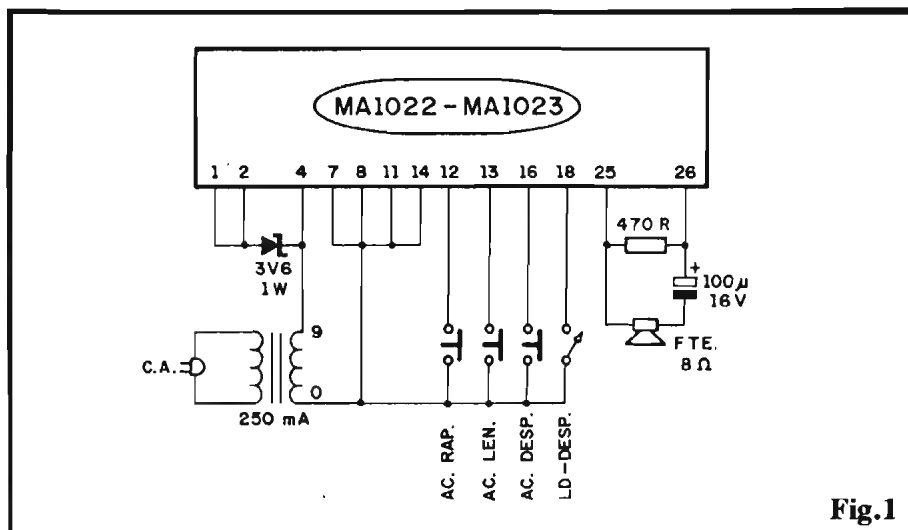

Fig.1
- FIG. 1 - O CIRCUITO - “O circuito”, na verdade, está praticamente todo “dentro” do módulo (MA1022 ou MA1023), que contém (como já dissemos...) os blocos responsáveis pela “divisão” e “aproveitamento” da “ciclagem” da rede C.A. local, utilizando tal referência como base para a